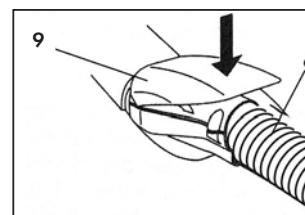

Abb. 11
- Die Klappe der Zubehörsteckbuchse (9) ganz öffnen und den Schnellanschluss des Arbeitsschlauchs (d) in die vordere Steckbuchse des Geräts stecken. Den Schnellanschluss fest hineindrücken.
- Die Klappe der Zubehörsteckbuchse (9) an den Körper des Schnellanschlusses drücken und kontrollieren ob die beiden Teile richtig ineinander rasten Abb. 11.